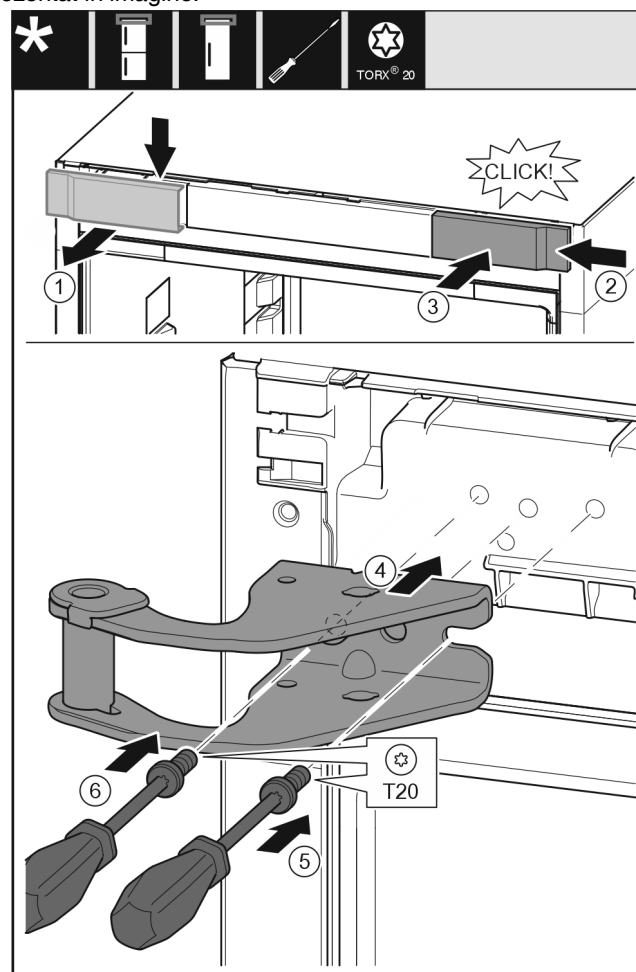

Fig. 19
- Detaşați apărătoarea de sus spre înainte. Fig. 19 (1)
- Acroşați pe cealaltă parte din dreapta capacul rotit cu 180°. Fig. 19 (2)
- Fixați în poziție apărătoarea. Fig. 19 (3)
- Așezați suportul de lagăr superior. Fig. 19 (4)
- Așezați și înșurubați ferm șurubul cu șurubelnița T20. Fig. 19 (5)
- Introduceți și înșurubați ferm șurubul cu șurubelnița T20. Fig. 19 (6)